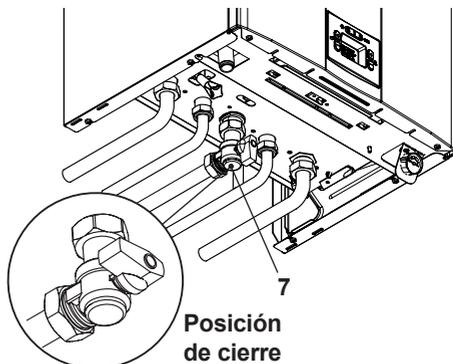

Figura 6.2
- Vuelva a cerrar la llave del gas 7 en la Figura 6.2.